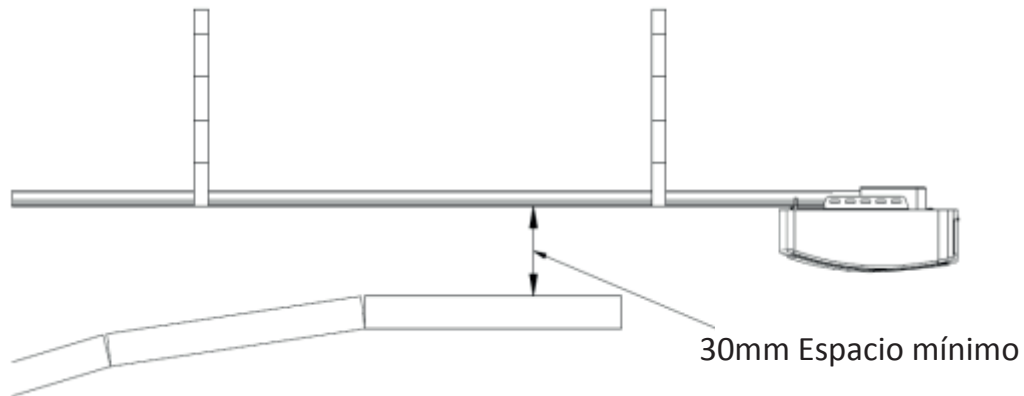

Fig: 1
- 5- Debe haber un espacio mínimo de 30mm entre la parte baja del carril de transmisión por cadena y la parte más alta de la puerta de garaje en el momento más cercano. (Ver Fig. 1)